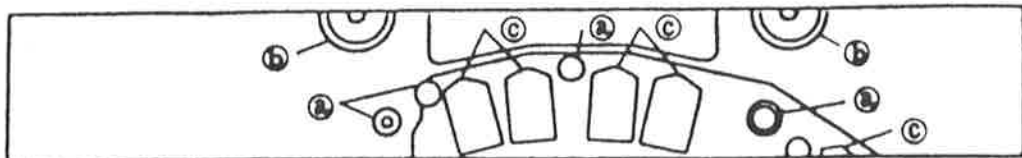

図 11ヘッド走行面
カセットテープには、図 11 に示すように誤消去防止のツメが付いています。
- 2) 図 11 に示すヘッド、走行系を清掃して下さい。